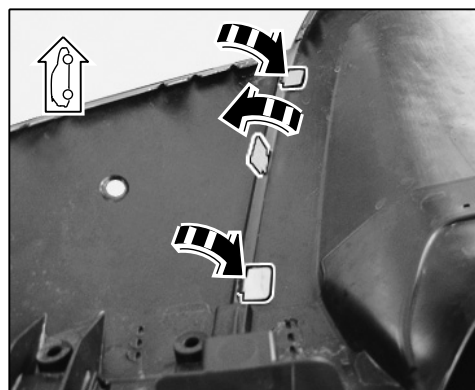

Рис. 10
- Стопорные выступы, слева (⇒ Рис. 10) / справа: загнуть на 90° к внутренней / внешней стороне переднего спойлера;